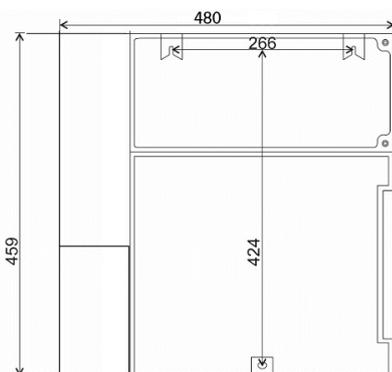

Abbildung 7
2. Bohren Sie die Befestigungslöcher wie in Abbildung 7 dargestellt.